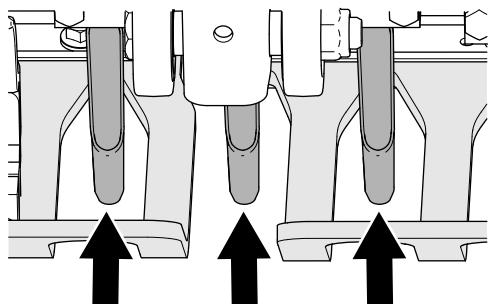

図 44
4. タインがターフガードのスロットの中心にあることを確認する図44。